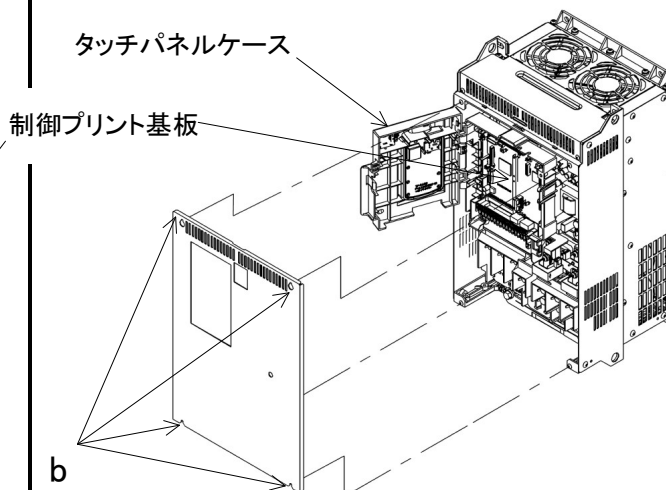

図 2.1-2 前カバーの取外し方法
- (1) 図 2.1-2 のように、b 部の表面カバー取付けネジ (容量により個数は異なります) を外し、表面カバーを取り外してください。
- (2) タッチパネルケースを開けてください。
- (1) 制御プリント基板のオプション取付け用金具の 1 カ所“a”に、付属のスペーサ“b”(1 本)を取り付けます。
- (2) 本インタフェースカードのコネクタ (CN1) が制御プリント基板のコネクタ (C-port) に接続するように、インタフェースカードを取り付けます。
- (3) 付属のねじ“c”(2 本)を締めてインタフェースカードを固定します。
- (4) 図 2.1-1, 図 2.1-2 の「前カバーの取外し方法」を参照して、前カバーを取り外した手順と逆に取り付けます。